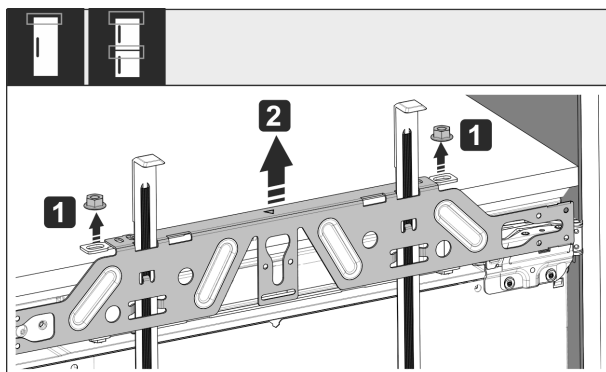

Fig. 50
- Desserrer les contre-écrous Fig. 50 (1).
- Retirer la traverse de fixation Fig. 50 (2).